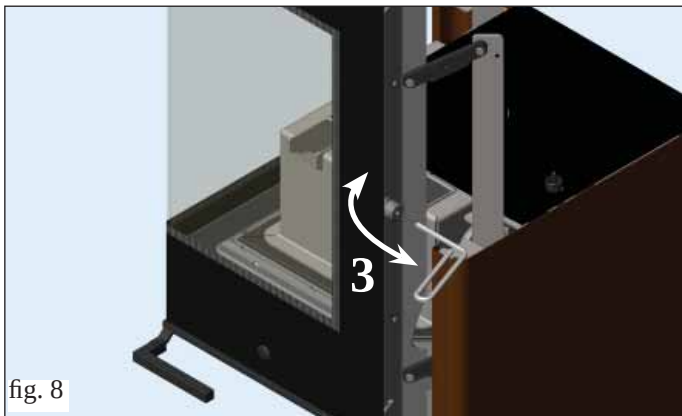

fig. 8
- Soulever la porte jusqu'en fin de course, tourner de 90 ° le loquet situé sur le montant à côté de la porte, en utilisant la poignée main froide fournie avec l'appareil, puis ouvrir la porte. (3 - fig. 8).